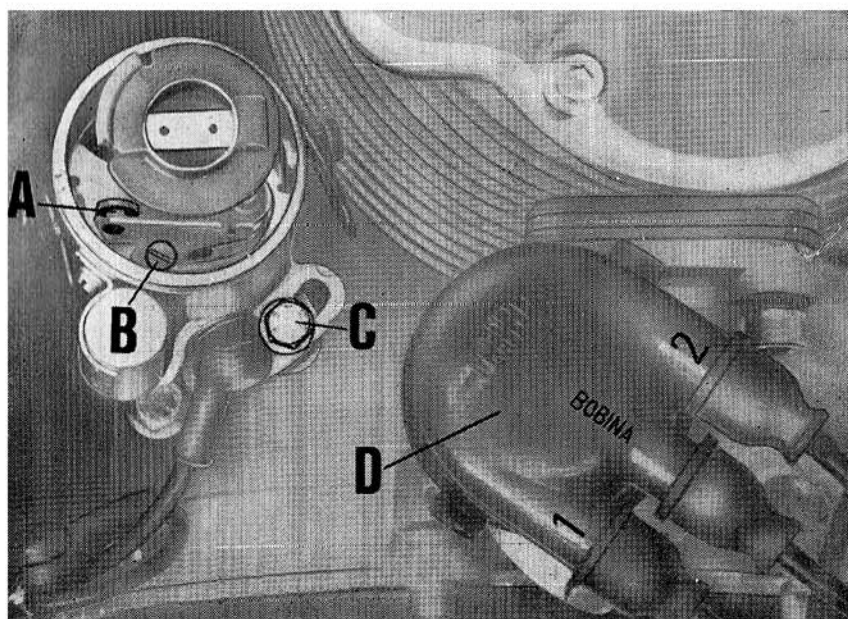
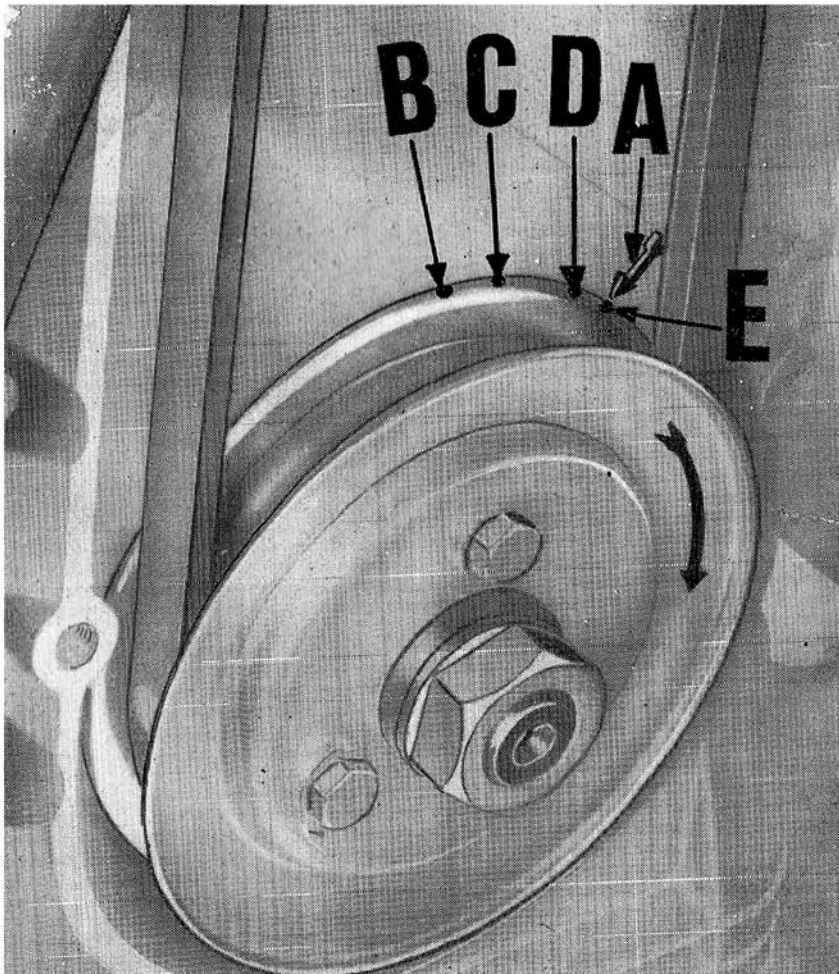
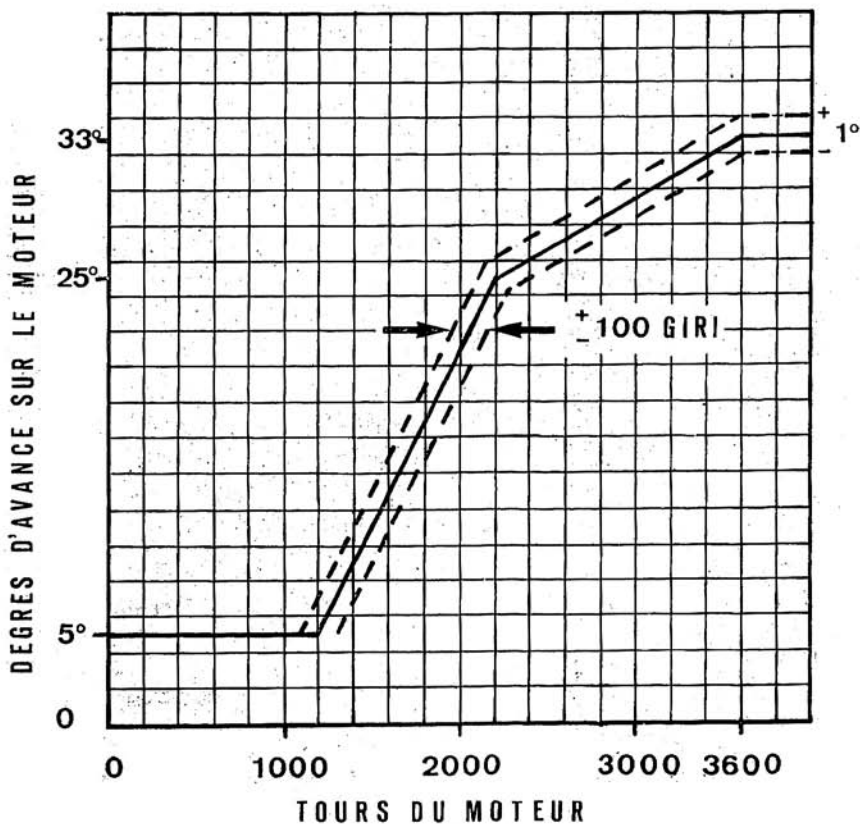

Fig. 25
Fig. 26
Fig. 27
Distributeur d'allumage (voir fig. 25)
Faire tourner la poulie de l'arbre-moteur pour la commande de la dynamo de façon telle que l'encoche (voir fig. 26 - lettre C) de la dite poulie se trouve en face de la flèche (fig. 19/1 - lettre A) poinçonnée sur le couvercle de la distribution. A ce point, les contacts du distributeur d'allumage doivent commencer à s'ouvrir. Pour contrôler si ceci se produit au moment voulu, employer l'appareil électrique spécialement conçu à cet effet; lorsque les contacts commencent à s'ouvrir, la lampe de cet appareil s'allume. Si les contacts s'ouvrent avant ou après le moment voulu, il faut desserrer le boulon (C) de la fig. 25, qui bloque le distributeur d'allumage, ensuite le faire tourner vers la droite ou vers la gauche afin que les contacts commencent à s'ouvrir exactement au moment voulu. Se rappeler que la numérotation du raccor-
dement des cylindres est indiquée sur la calotte du distributeur de la façon suivante: n. 1, cylindre de droite; n. 2, cylindre de gauche; Bobine (voir fig. 25 - lettre D).
Les points de repère indiqués sur la poulie peuvent être définis de la façon suivante (voir fig. 26 et le diagramme de la fig. 27):